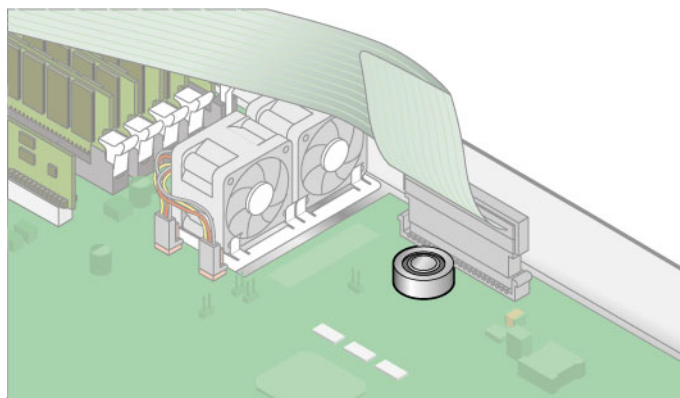

図 3-26 システムバッテリーの取り外し
2. 奥にスライドさせて片方を引き上げて、ホルダーからシステムバッテリーを取り外します (ホルダーの位置については、図 3-26 を参照)。